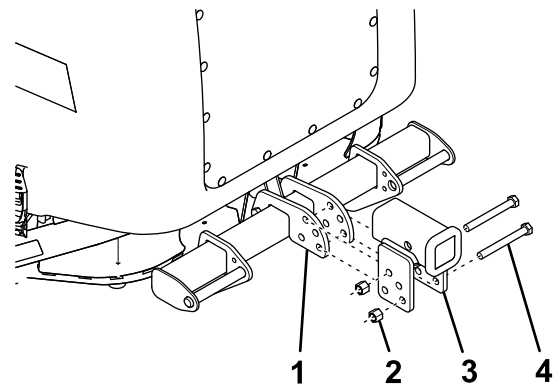

Figura 9
1. Sujete el receptor de enganche a la parte trasera del vehículo con 2 pernos (1/2" x 4 1/2") y contratuercas (Figura 9).